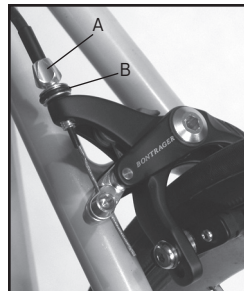

Abbildung 11. Einstellungselemente für Bremszüge
6. Drehen Sie die Einstellschraube (Abbildung 11) um ein bis zwei Umdrehungen heraus. Ziehen Sie die Sicherungsmutter der Einstellschraube an, um die Einstellung zu fixieren.